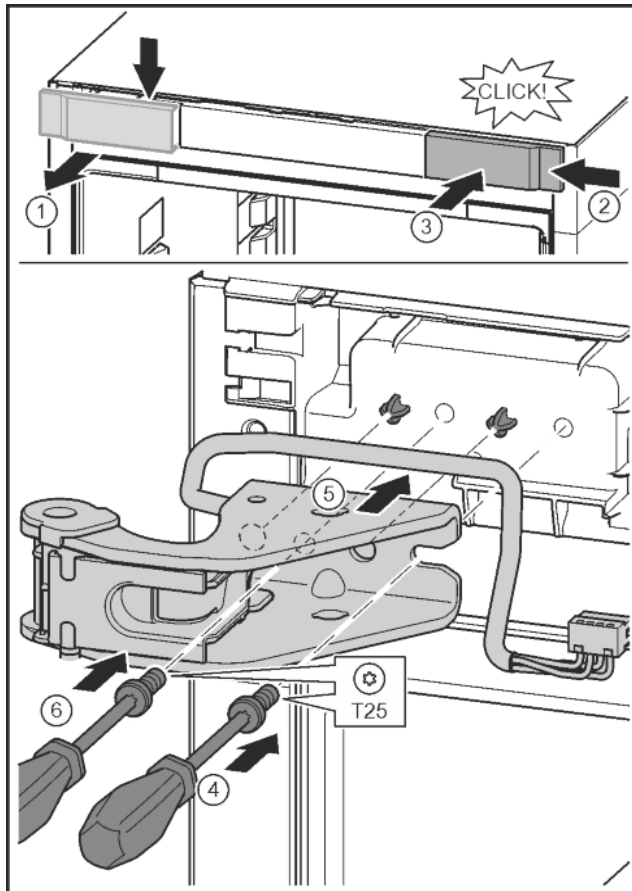

Fig. 28
- ▶ Staccare la copertura e rimuovere lateralmente. Fig. 28 (1)
- ▶ Agganciare la copertura ruotata di 180° sull'altro lato da destra. Fig. 28 (2)
- ▶ Inserire a scatto la copertura. Fig. 28 (3)
- ▶ Applicare la vite con il cacciavite T25. Fig. 28 (4)
- ▶ Applicare il blocco di supporto superiore. Fig. 28 (5)
- ▶ Serrare la vite. Fig. 28 (4)
- ▶ Applicare la vite con il cacciavite T25 e serrare. Fig. 28 (6)